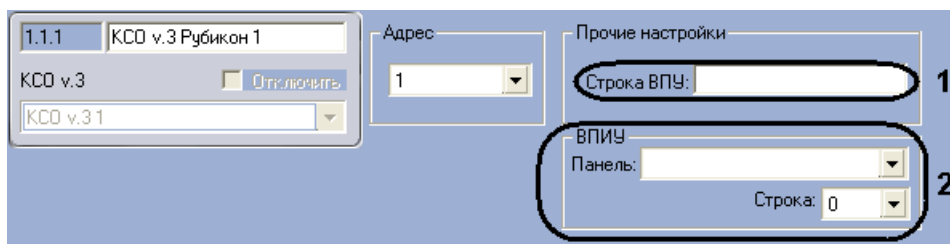

Рис. 3.2—11 Настройка периметрального модуля Рубикон
1. Ввести обозначение периметрального модуля Рубикон, которое будет использоваться при отображении событий на ВПУ (Рис. 3.2—11, 1). Если обозначение не задано, используется стандартное.
2. Указать панель ВПИУ-16 и номер её строки, в котором необходимо отображать состояние модуля Рубикон (см. Рис. 3.2—11, 2).